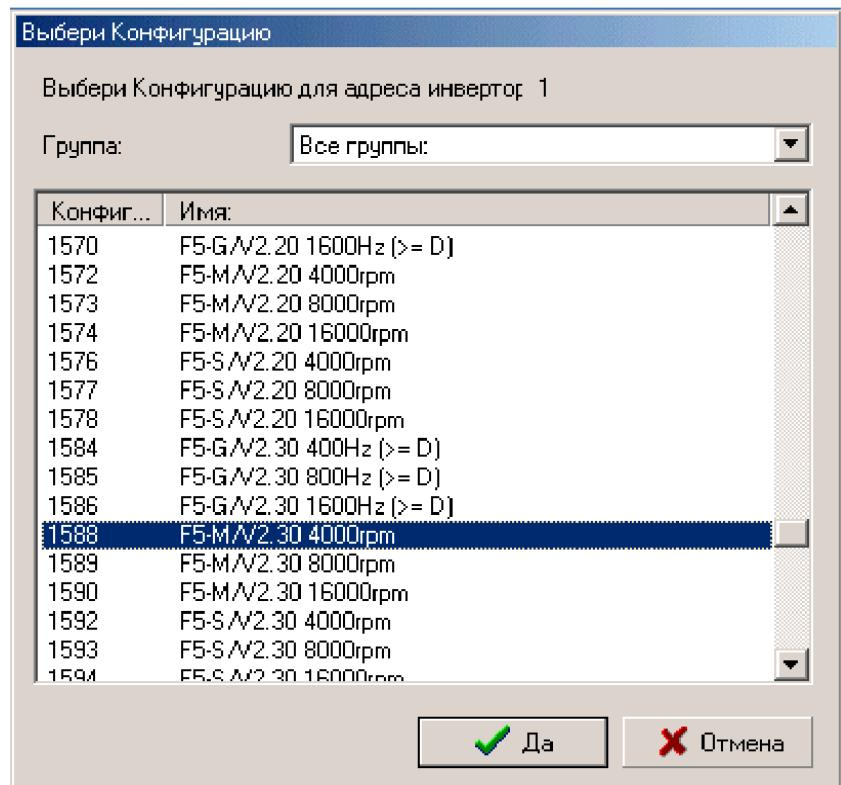

Рисунок 9
**2.4** Выбор конфигурации инвертора осуществляется из соответствующего меню (рис. 9). Для удобства выбора все устройства поделены на группы: